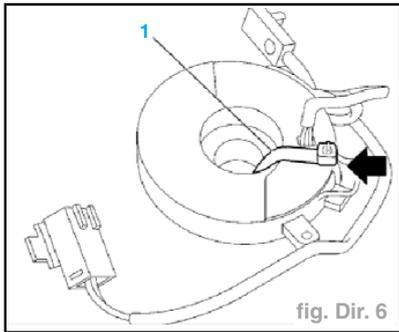

fig. Dir. 6
- En cas de réutilisation du câble à spirale, il est conseillé de fixer les 2 plateaux à l'aide d'un collier de façon à empêcher des rotations accidentelles (fig. Dir. 6).